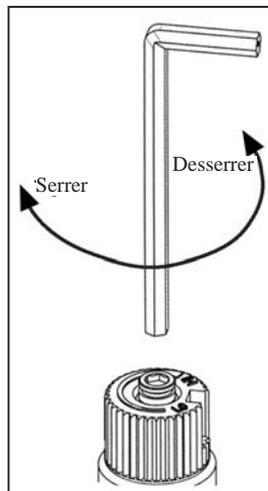

Figure 21: Retrait de la vis de valve.
- Insérez une clé Allen de 5/32" (4mm) dans la rainure de clavette hexagonale de la vis (voyez Figure 21), tournez-le anti-horaire jusqu'à ce qu'il soit libre et enlevez-le.